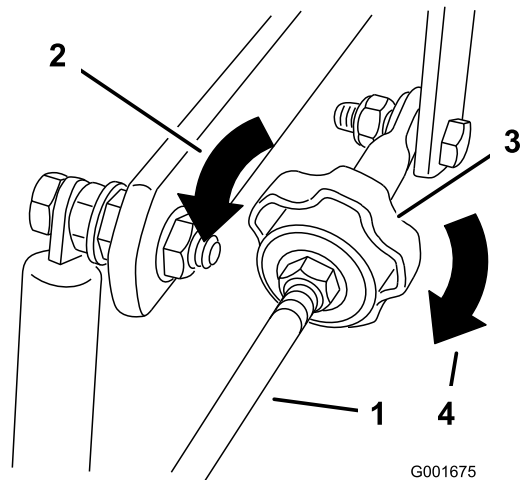

Figure 38
4. Pour que la machine tire à droite, tournez le bouton vers la droite de la machine. (voir Figure 38).
5. Pour que la machine tire à gauche, tournez le bouton vers la gauche de la machine. (voir Figure 38).